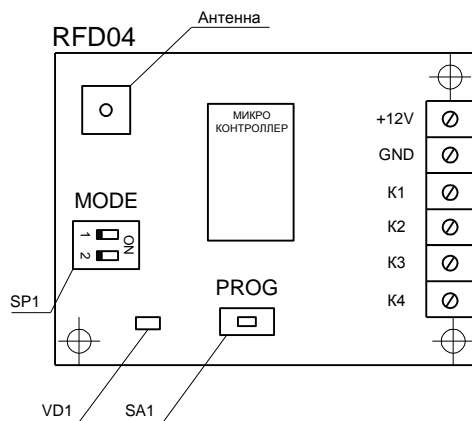

Рис.1 Блок приемника
2. Подключите внешние элементы(см.рис.1, 4, 5) соответственно к каналу: 1, 2, 3, 4;